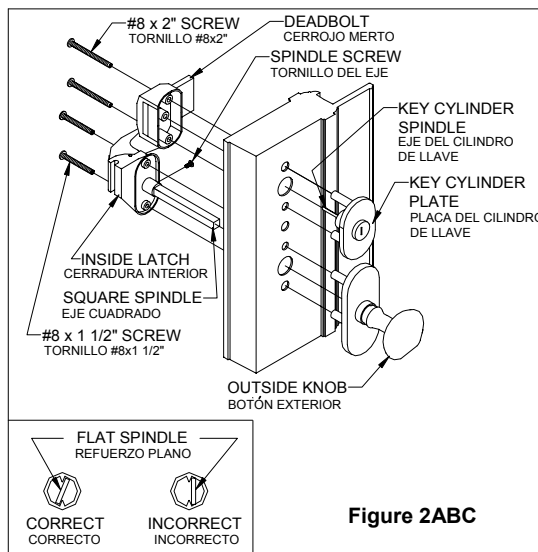

Figure 2ABC
**A:** Place the square spindle into the square hole of the inside latch assembly, insert and tighten the #4 x 5/16" spindle screw. **Figure 2ABC**
**B:** Place the inside latch assembly onto the inside of the door by carefully guiding the spindle into the lower set of holes in the door. Insert two (2) #8 x 1 1/2" machine screws through the latch assembly. Align the outside knob with the holes and the square spindle. Tighten the machine screws. **Figure 2ABC**
**C:** Place the outside key cylinder plate onto the outside of the door by carefully guiding the spindle and screw bosses into the upper set of holes in the door. Insert two (2) #8 x 2" machine screws through the deadbolt. Align the deadbolt with the holes, making sure the flat spindle is seated properly. Tighten the two screws. Check latch and deadbolt function. **Figure 2ABC**
**A :** Insérez la tige carrée dans le trou carré du jeu de verrou intérieur, insérez et fixez la vis de tige #4 x 5/16 po. **Figure 2ABC**
**B :** Fixez le jeu de verrou intérieur à la surface intérieure de la porte en alignant soigneusement la tige et les bossages de vis avec la série inférieure de trous de la porte. Insérez deux (2) #8x1 1/2 po vis à métaux à travers le jeu de verrou. Alignez le jeu de poignée avec les trous et la tige carrée. Serrez les vis du verrou et la vis de fixation du bouton extérieur de la poignée. **Figure 2ABC**
**C :** Placez la plaque extérieure du cylindre à clé sur la surface extérieure de la porte en guidant la tige et les bossages de vis à la série supérieure de trous de la porte. Insérez deux (2) #8x2po vis à métaux à travers le pêne. Alignez le pêne et les trous, en vérifiant que la tige plate soit en place. Serrez les deux vis. Vérifiez la bonne marche du verrou et du pêne. **Figure 2ABC**